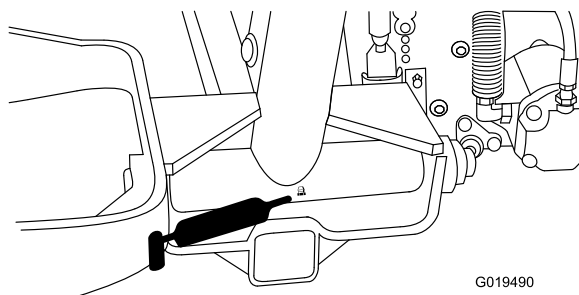

Figure 46
- Lift arm pivot (3) (Figure 46).